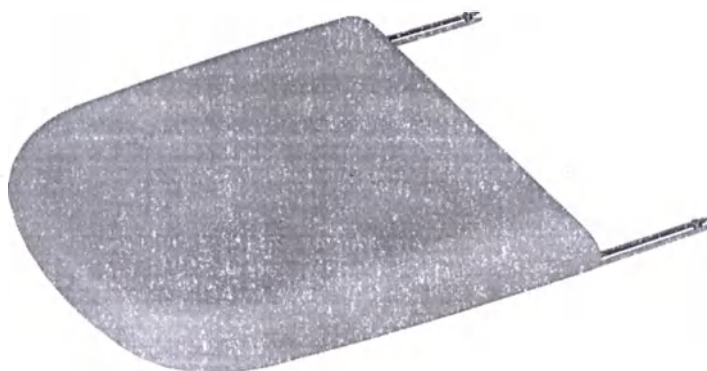

Рисунок 4. Секция пожная.
4. Секция пожная (Рисунок 4). Позволяет расширить функции кресла до уровня операционного стола. Состоит из металлического каркаса, к которому прикреплена подушка ножной секции. В раме сиденья кресла предусмотрены отверстия для установки секции ножной.